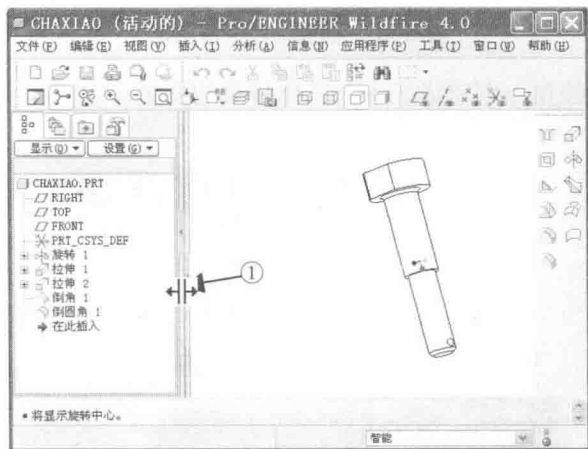

图 1.9 调整浏览器大小
如图 1.9 所示，①移动鼠标至浏览器窗口边界，待鼠标指针变为“+”形状，按住鼠标左键，拖动调整浏览器的大小即可调整浏览窗口的大小。